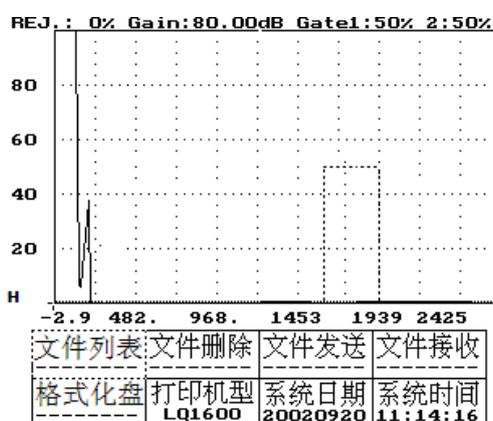

图 25-2
3、按进入键——显示文件操作菜单，如图 25-2 所示。
- 3、按进入键——显示文件操作菜单，如图 25-2 所示。